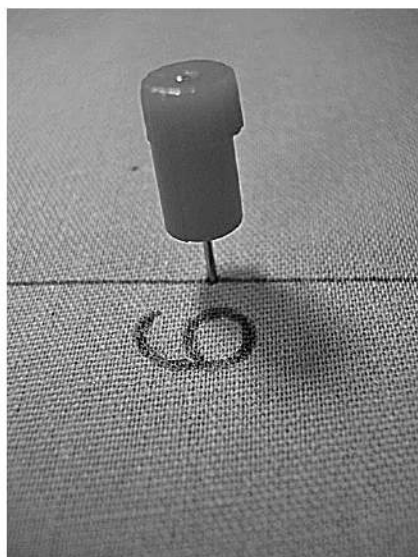

Fig. 4
2. Insérer l'épingle fournie (la Figure: 4) dans 5, 6 ou 7cm trou et la passer a travers votre tissu (la Figure: 5).